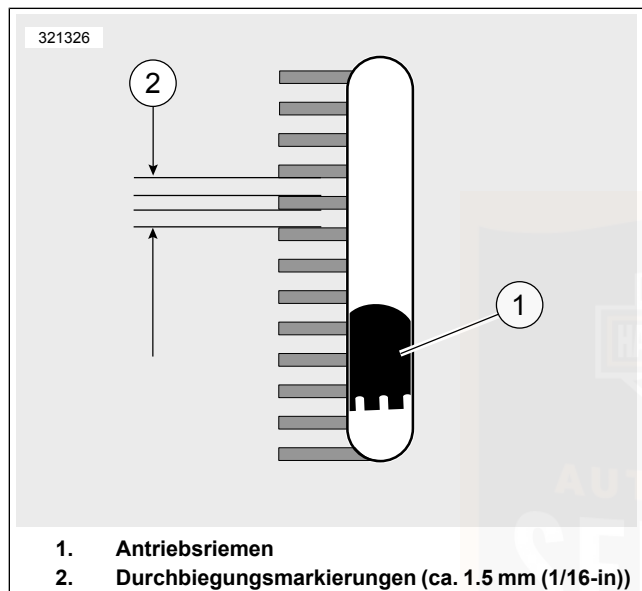

Abbildung 76. Sichtfenster der Riemendurchbiegung
- a. Den O-Ring (4) zur Null-Markierung (3) schieben.
- b. **Modelle mit Rahmendurchbiegungs-Sichtfenster:** Die Riemenhalterung (2) in einer Linie mit dem Riemendurchbiegungs-Sichtfenster an den unteren Teil des Antriebsriemens anlegen.
- c. **Alle anderen Modelle:** Die Riemenhalterung (2) gegen die Unterseite des Antriebsriemens auf halbem Wege zwischen den Antriebsriemensscheiben anordnen.
- d. Den Knopf (6) nach oben drücken, bis der O-Ring nach unten auf die Markierung 4,54 kg (10 lb) (5) rutscht; dort festhalten.
- a. **Modelle mit Riemendurchbiegungs-Sichtfenster:** Siehe Abbildung 76. Die Riemendurchbiegung durch das Riemendurchbiegungs-Sichtfenster messen und dabei das Prüfgerät ruhig halten. Jede Durchbiegungseinteilung entspricht ungefähr 1,6 mm (1/16 in) .